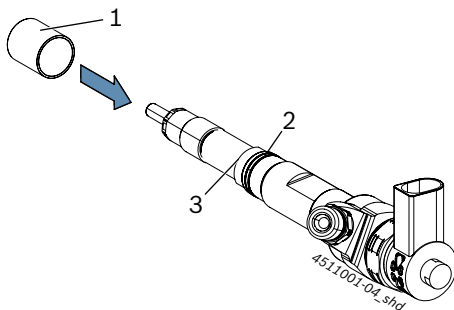

Fig. 4: Împingerea manșonului adaptor pe CRI
3. În cazul în care este necesar un manșon adaptor, împingeți manșonul adaptor corespunzător (Fig. 4, poz. 1) până la opritorul (Fig. 4, poz. 3) de la nivelul CRI.
4. În etapele următoare aveți grijă ca manșonul adaptor să rămână pe opritorul (Fig. 4, poz. 3) CRI-ului și să nu alunece în jos.